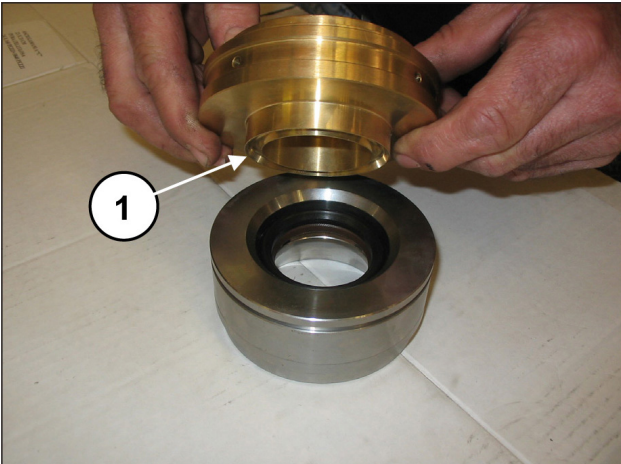

Abb. 128
Verbinden Sie Dichtungshalter mit Buchse (Pos. ①, Abb. 128).